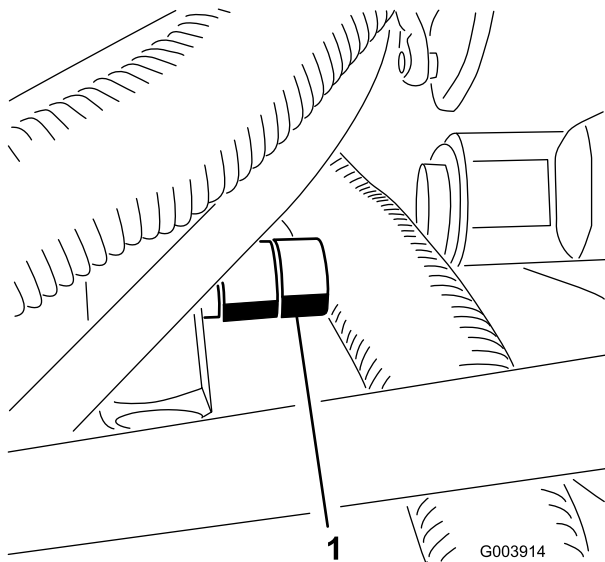

Figura 75
1. Localice la válvula del divisor de flujo (debajo del reposapiés) (Figura 75).